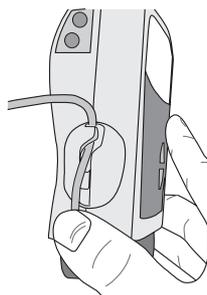

図2
- ・親指でセンサ下側のチューブを押さえ、チューブを溝に沿って噛ませながら引っ掛けます（図2）。